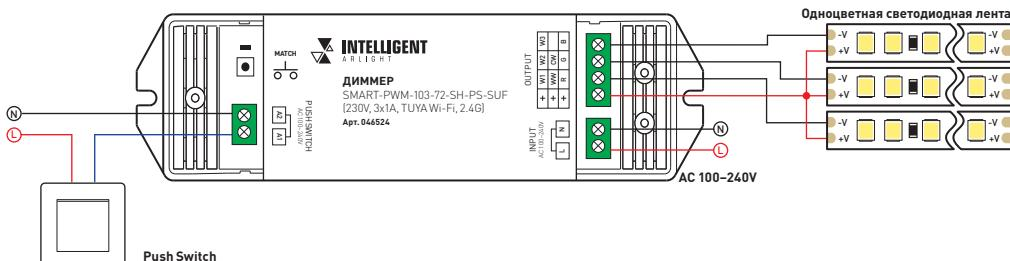

Рис. 3. Схема подключения диммера с высоковольтной одноцветной светодиодной лентой [DIM]
3.8. При использовании многозонных пультов ДУ или панелей можно построить разветвленную систему управления (рис. 3).